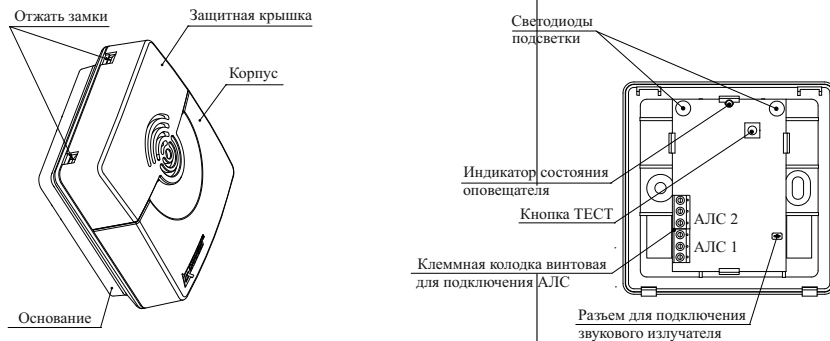

Рисунок 3
5.4 Контроль работоспособности оповещателя осуществляется нажатием на кнопку ТЕСТ (рисунок 3) или направлением луча оптического тестера ОТ-1 на оптический индикатор (луч следует направлять перпендикулярно плоскости установки оповещателя). При контроле оповещатель переходит в состояние «Тест», при котором индикатор непрерывно светится. Состояние «Тест» удерживается оповещателем до получения команды «Снять тест», формируемой прибором. В журнале событий прибора регистрируются записи «Тест есть», а по команде «Снять тест» – «Тест нет».
6.4 Для установки оповещателя необходимо отжать замки и аккуратно отсоединить крышку корпуса вместе с защитной крышкой от основания (рисунок 3).